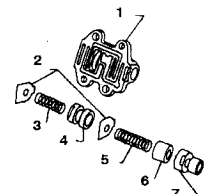

Рис. 7.15 Элементы регулятора (См. Раздел 9)
4. Регулятор можно снять с оси и заменить износившиеся или подзарпаванные элементы. Шнек можно снять с оси регулятора, выбив крепежные штифты (См. Рис. 7.15 и 7.16).